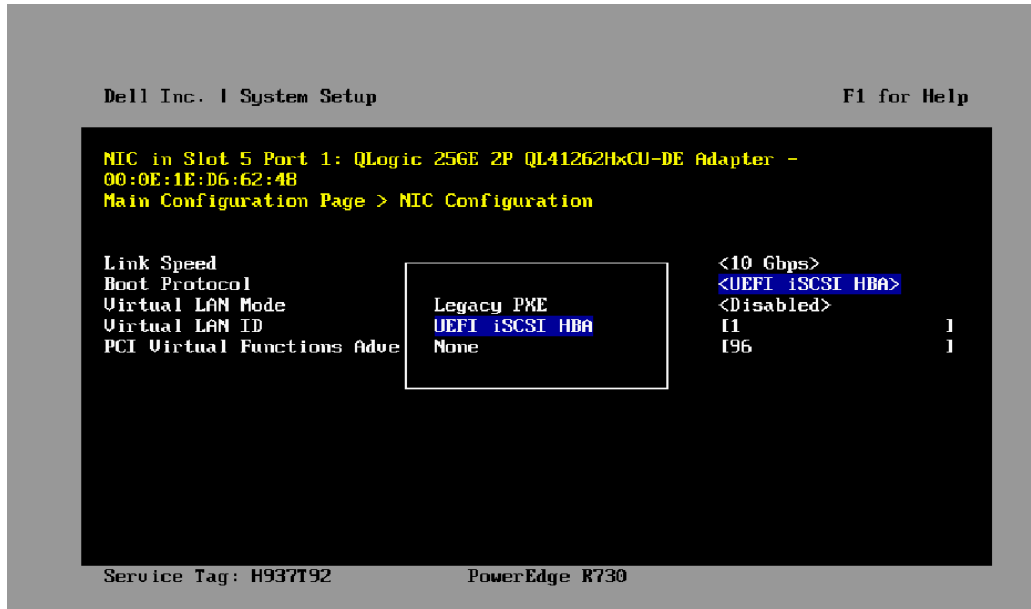

Figure 9-5. Configuration du système : Configuration NIC, Protocole de démarrage
5. Sur la page « Configuration NIC » (Figure 9-5), sélectionnez **Protocole de démarrage**, et appuyez sur ENTRÉE pour sélectionner **UEFI iSCSI HBA** (exige le mode NPAR).